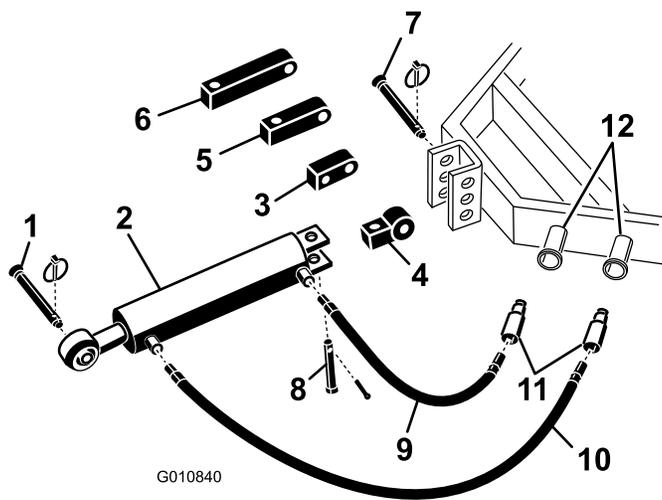

图5
- 使用随牵引车提供的柱销，将液压顶部连杆的连接杆端固定到牵引车（图5）。摆放液压顶部连杆，使杆端朝向牵引车。油缸的各端口应朝向牵引车的辅助动力液压装置。
**注意：** 如果液压油缸的放置必须使端口朝向上方，请使用旋转垫块重新调整油缸的位置，而不是使用标准安装垫块（图5）。可以使用 90° 液压接头替代旋转垫块（接头未提供）。
- 取下将标准连接杆固定到油缸上的开口销和柱销（图5）。从油缸上卸下连接杆。
- 使用之前卸下的柱销将旋转垫块安装到油缸上（图5）。
- 将 106cm 长液压软管连接至液压顶部连杆最靠近打孔机的端口(图5)。在软管螺纹上缠绕铁氟龙胶带或涂抹管道螺纹密封剂,防止发生泄漏。
- 将 76cm 长液压软管连接至液压顶部连杆最靠近牵引车的端口(图5)。在软管螺纹上缠绕铁氟龙胶带或涂抹管道螺纹密封剂,防止发生泄漏。
如果液压油缸无法够到到打孔机安装支架，请使用延长垫块将油缸连接到牵引车上，而不是使用标准安装垫块（图5）。
- 使用之前卸下的柱销将所需长度的延长垫块安装到油缸上（图5）。